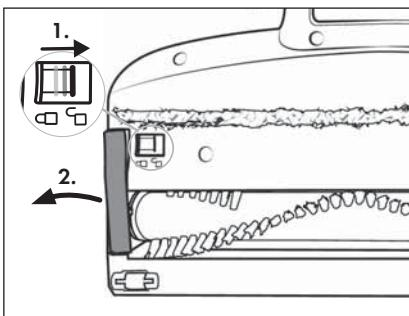

Fig. 29
- Limpie regularmente el rodillo de cepillos ⑪ para garantizar el funcionamiento correcto del aparato y evitar fallos.
- 1) Desmonte el cepillo para suelos ⑫ del tubo de aspiración ⑭ o del aparato (consulte el capítulo **Desmontaje del aparato**). Dé la vuelta al cepillo para suelos ⑫.
- 2) Para desencastrar el rodillo de cepillos ⑪, desplace el desencastre del rodillo de cepillos ⑯ con el dedo hacia el símbolo 🔓 (abrir). Tras esto, retire el soporte del rodillo de cepillos ⑯ del cepillo para suelos ⑫ (consulte la fig. 29).